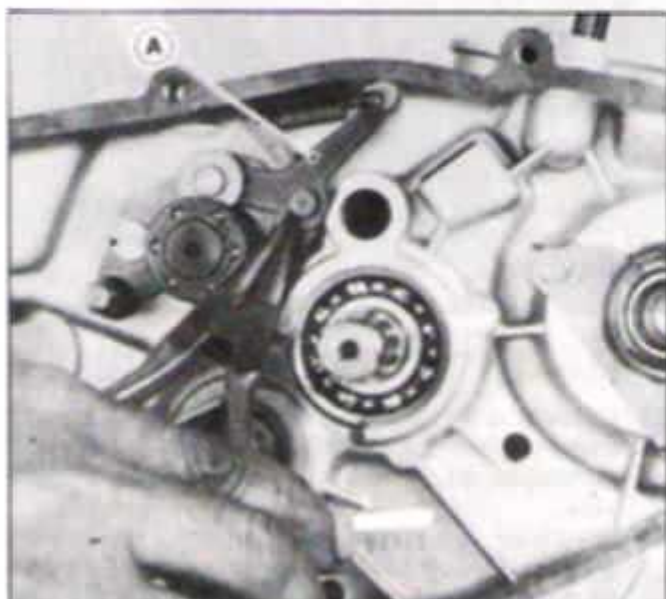

FIG. M35 - A. ALAVANCA POSICIONADORA DO PONTO MORTO E CONJUNTO POSICIONADOR EIXO TRAMBULADOR
2. Remontar a alavanca posicionadora do ponto morto e conjunto posicionador do eixo do trambulador ambos colocados sobre o eixo-garfo V e VI, fixados por um anel elástico. Figura M35.